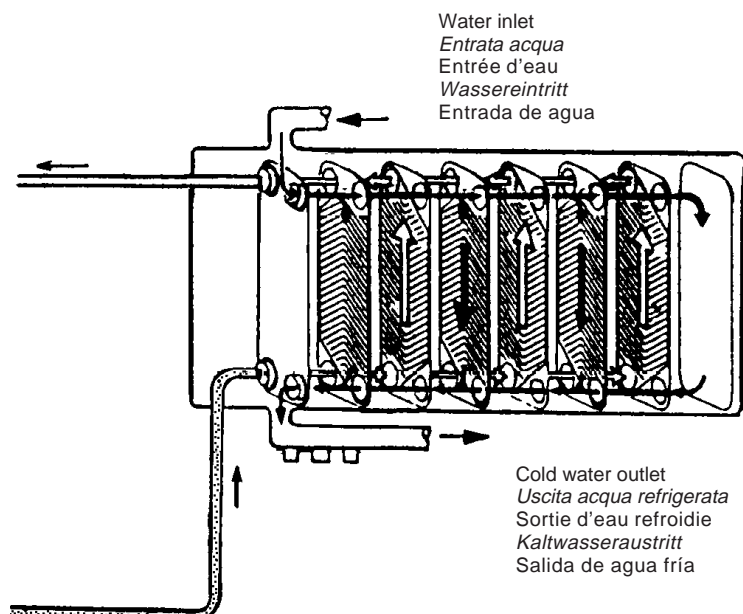

fig. 11
- The unit includes a brazed plate type water-refrigerant heat exchanger. In the 30EM model the heat exchanger operates as a dry expansion evaporator of refrigerant whereas in 30EQ units it operates as an evaporator in the summer cycle and as a water-cooled refrigerant condenser in winter cycle (Fig. 11).
- L'unità comprende uno scambiatore di calore acqua-refrigerante a piastre saldo brasate. Sull'unità 30EM lo scambiatore di calore funziona come evaporatore ad espansione secca di refrigerante mentre nelle unità 30EQ funziona in ciclo estivo come evaporatore e in ciclo invernale come condensatore di refrigerante raffreddato ad acqua (fig. 11).
- L'unité comporte un échangeur de chaleur eau-fluide frigorigène, du type à plaques brasées. Sur le modèle 30EM, l'échangeur de chaleur fonctionne en évaporateur à détente sèche de fluide frigorigène, tandis que sur les unités 30EQ, il fonctionne en évaporateur pendant le cycle d'été et en condenseur à refroidissement par eau pendant le cycle d'hiver (voir figure 11).
Bei den 30EM-Geräten fungiert dieser als Trockenexpansions-Kältemittelverdampfer, während er bei den 30EQ-Geräten im Sommer als Verdampfer und im Winter als wassergekühlter Verflüssiger fungiert (Abb. 11).
En el modelo 30EM el intercambiador de calor funciona como un evaporador seco de expansión del refrigerante mientras que en las unidades 30EQ funciona como un eva-porador en el ciclo de verano y como un condensador del refrigerante enfriado por agua en el ciclo de invierno (fig. 11).